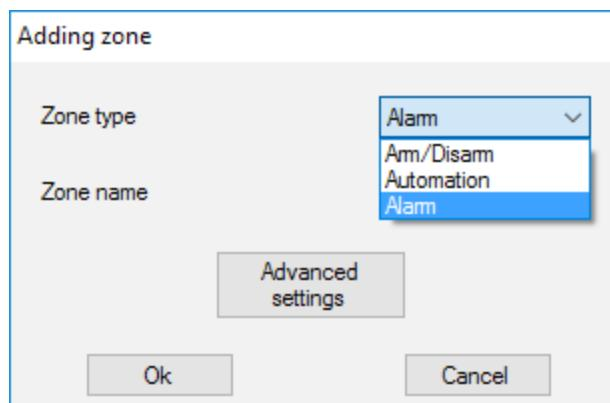

Abb. 19. Zonentyp auswählen
4. Die Zonen sind in drei Arten unterteilt: **Alarm**, **Automatisierung** und **Scharf/Unscharf** (Abb. 19). Der Zonentyp wird beim Erstellen der Zone ausgewählt, siehe Sensorhandhabung.